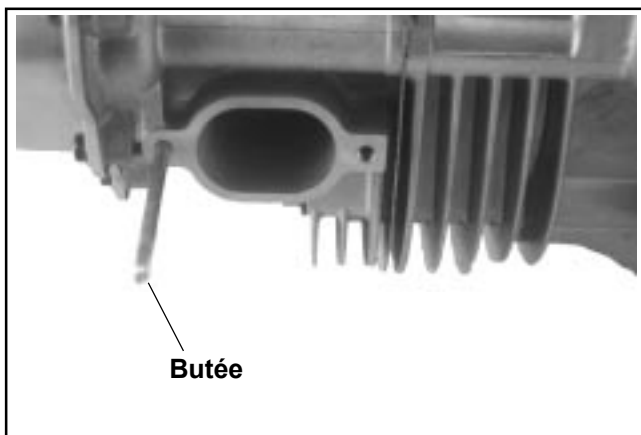

Figure 10-52. Butée de montage en place.
1. Si la butée de montage du carburateur a été retirée, la remettre en place près de la culasse. Utiliser une douille E5 Torx® ou deux écrous hexagonaux serrés ensemble et tourner la butée jusqu'à ce qu'elle soit bien serrée. Voir la Figure 10-52.